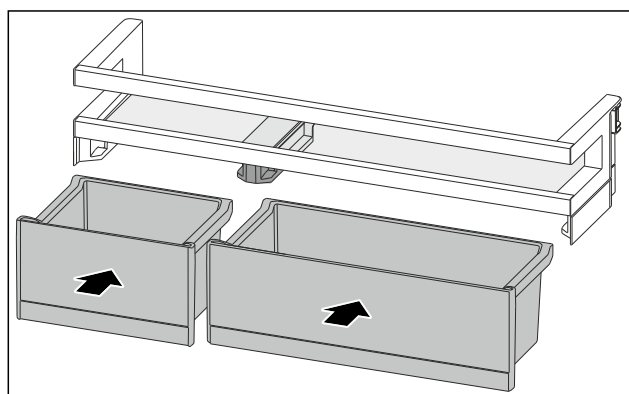

Fig. 88
- ▶ Indsæt VarioBox'erne i omvendt rækkefølge. (se Fig. 88)